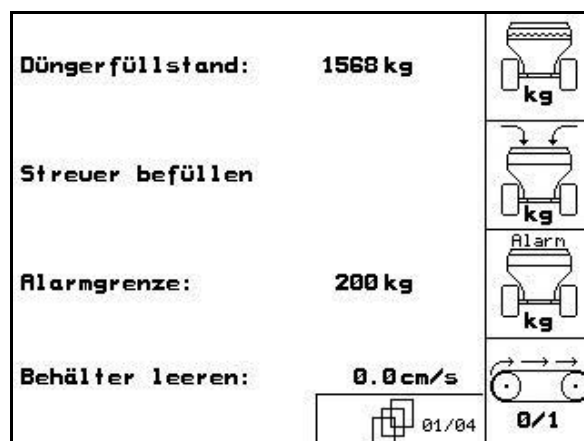

Fig. 52
- I menyen Maskindata, side 1  01/04 (Fig. 52).
Bekreft etterfylt gjødselmengde (Fig. 52).